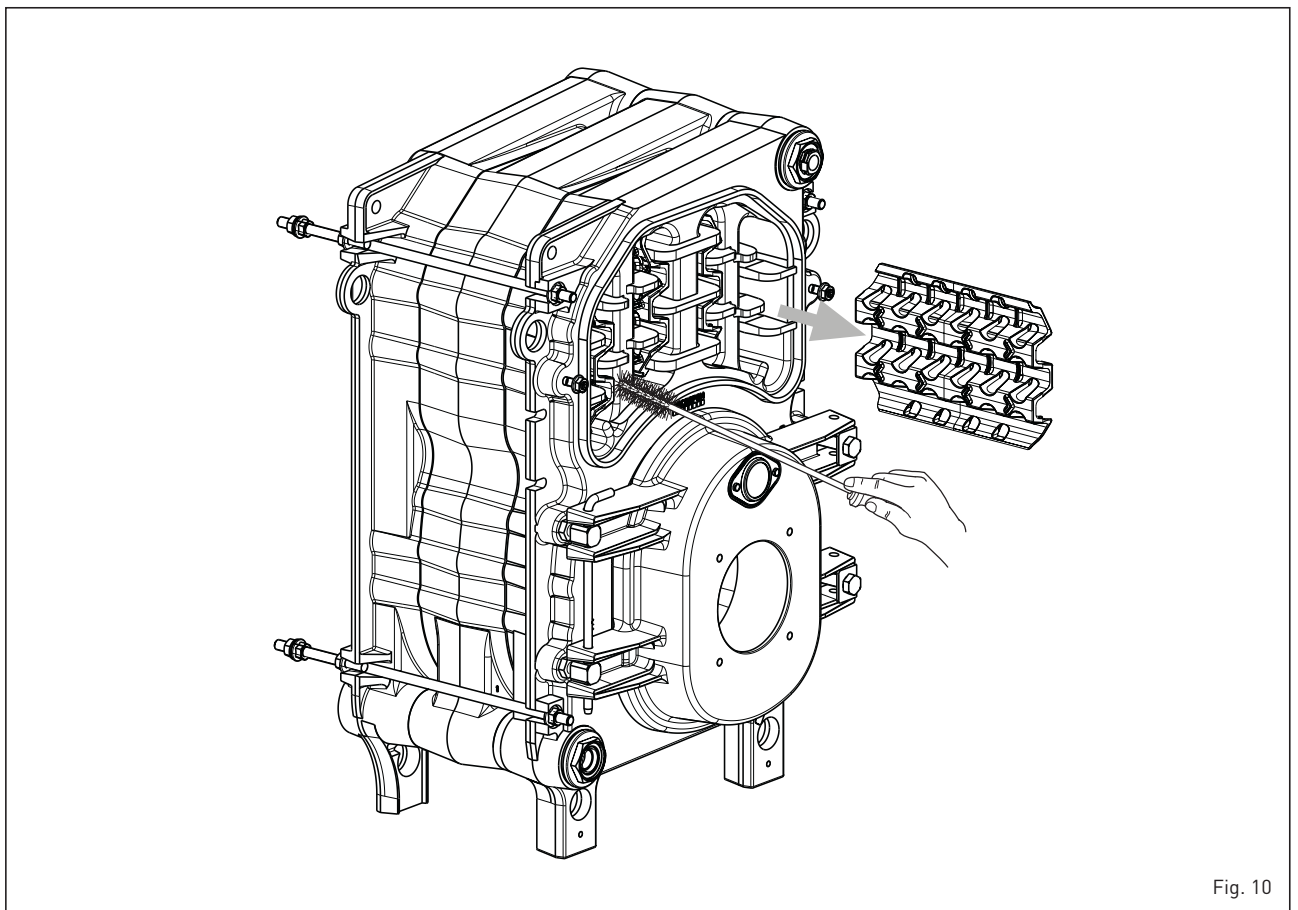

Fig. 10
3.3.1 Lado humos caldera (fig. 10)